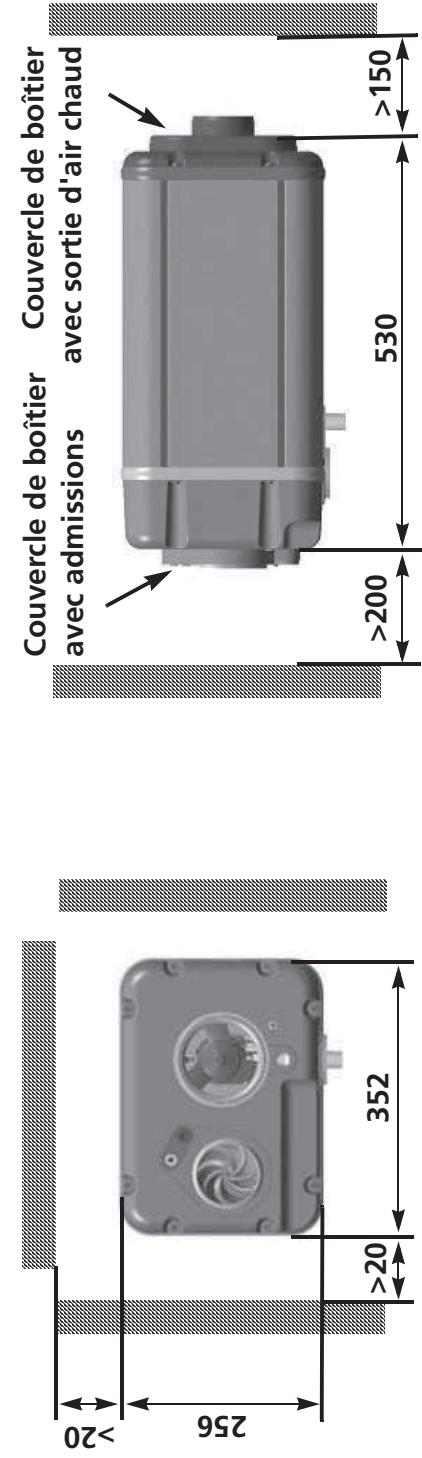

Fig. 3: Dimensions [mm] de l'appareil de chauffage
- Veiller à avoir suffisamment de place de tous les côtés de l'appareil de chauffage. Voir Fig. 3 ;
- Tenir compte des dimensions minimales nécessitées par l'appareil de chauffage indiquées au chapter 6.3, "Emplacement de montage" (Fig. 3).